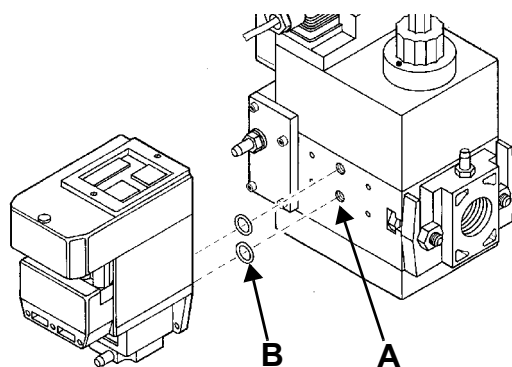
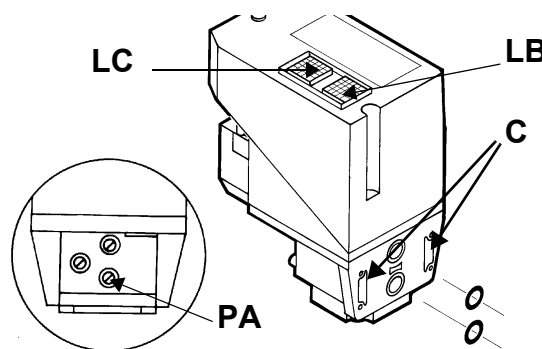

Рис. 18
Рис. 19
- 2). снять крепежные винты группы Multibloc (Рис. 18-A)
- 3). вставить уплотнительные кольца (10,5x2,25) в VPS 504 (Рис. 19-B, Рис. 18-B)
- 4). закрутить 4 винта блока контроля герметичности (M4x16) Рис. 18-C.
Для проверки работы, подсоединить манометр к штуцеру для отбора давления **PA** (Рис. 19). Если проверка завершилась положительно, через несколько секунд загорится жёлтая лампочка **LC**. В противном случае загорится красная лампочка блокировки **LB**. Чтобы перезапустить горелку, необходимо разблокировать блок управления нажатием на светящуюся кнопку **LB**.